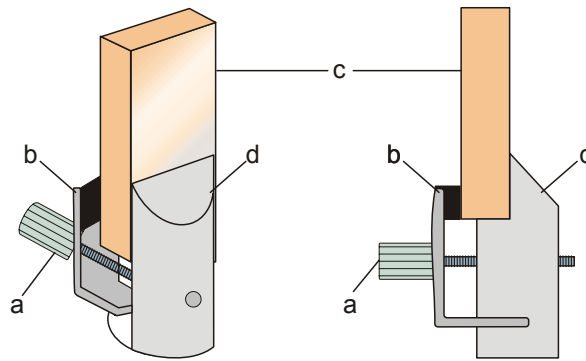

Fig. 5 Montage du cristal sur le porte-échantillon (a Vis, b Griffes de serrage, c Cristal, d Partie fixe du porte-échantillon)
- Régler le bras de mesure sur l'angle $2\theta = 45^\circ$. Sélectionner le côté du goniomètre pour que le rayon incident et le rayon réfléchissant se situent sur la face inclinée du porte-échantillon (voir également Fig. 5).